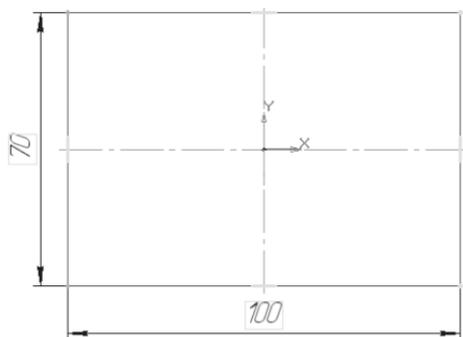

Рис. 165
-  – **Прямоугольник по центру и вершине**. Укажите начало координат, на панели **Свойств** выберите команду **С осями** и постройте прямоугольник высотой 70 мм и шириной 100 мм (рис. 165);